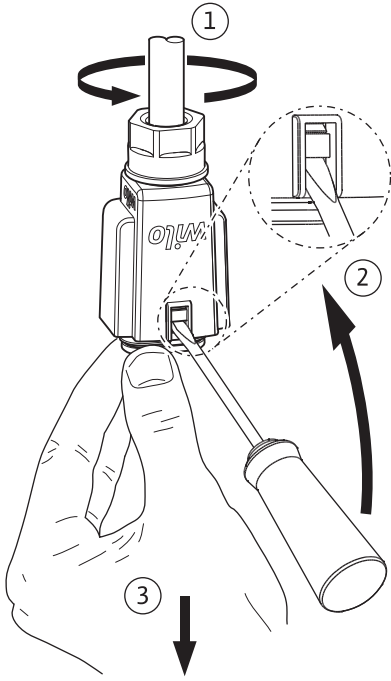

Fig. 6: Wilo-Connector'ü sökme
- Wilo-Connector'ü pompadan çıkarın ve uygun tornavida ile sökün (Fig. 6).